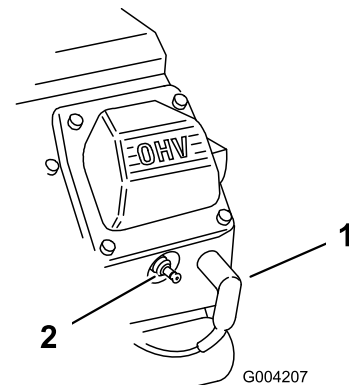

图 47
2. 将电线拉离火花塞图 47。
3. 将电线压到火花塞上图 47。